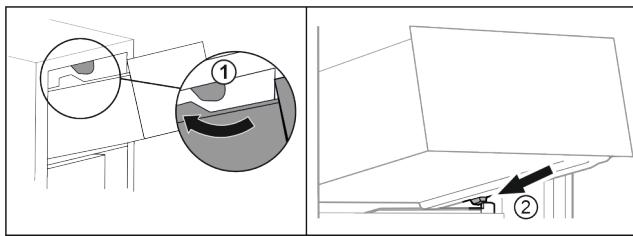

Fig. 65
- Predal speljite okrog zgornjih zaustavljalnikov. Fig. 65 (1)
- Predal postavite v poševnem položaju za spodnjimi zaustavljalniki na nastavku za posodo. Fig. 65 (2)